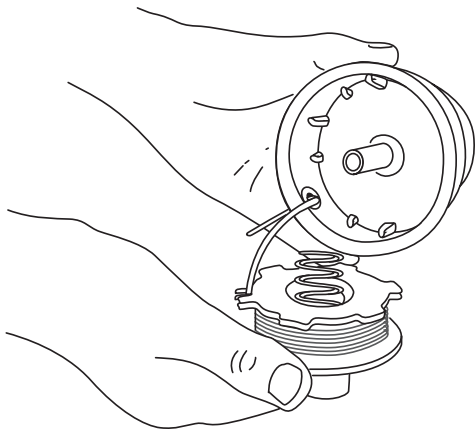

Fig. 15
8. Insérez l'extrémité du fil dans l'œillet de la bobine extérieure (Fig. 15).
5. Insérez l'extrémité du fil, sur le moulinet prérembobiné, dans l'œillet de la bobine extérieure (Fig. 15).